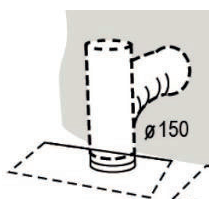

Fig 9
6. Después de instalarse la campana, instale el tubo de gases en la abertura de salida. Ver fig. 9.